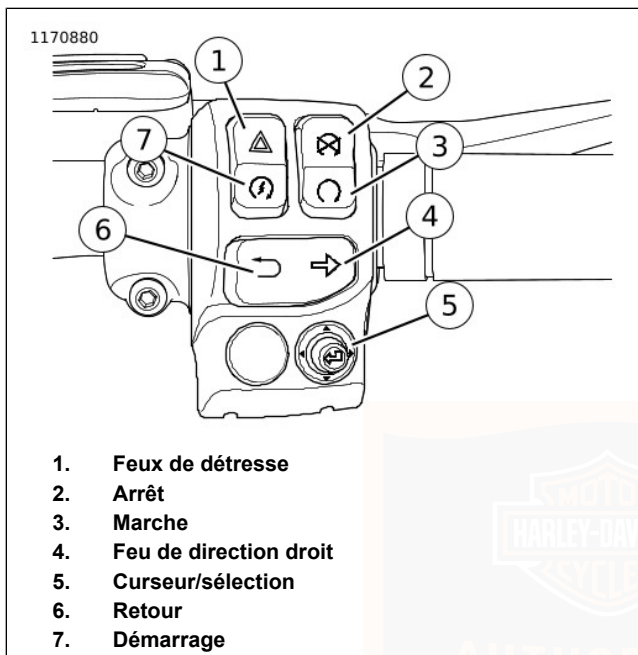

Figure 25. Module de commutateur droit du guidon (typique)
Voir Figure 25. Le commutateur de feux de détresse (1) est utilisé pour pouvoir laisser une moto en panne sur place en mode feux de détresse. Grâce aux feux de détresse, une
Voir Figure 25. Appuyer sur le commutateur MARCHE/ARRÊT du moteur sur ARRÊT (2) pour couper le moteur. Voir Tableau 27.
Voir Figure 25. Appuyer sur le commutateur MARCHE/ARRÊT du moteur pour le mettre en position MARCHE (3) pour activer le démarrage et le fonctionnement du moteur. Le commutateur MARCHE/ARRÊT du moteur doit se trouver en position MARCHE pour démarrer ou faire fonctionner le moteur. Voir Tableau 27.
Voir Figure 25. Appuyer sur le commutateur de feu de direction droit (4) pour activer le feu de direction droit. Voir Tableau 27.
Voir Figure 25. Le commutateur CURSEUR/SÉLECTION à 5 voies (5) actionne les fonctions de radio sur les véhicules qui en sont équipés. Consulter le MANUEL DU PROPRIÉTAIRE DE LA BOOM! BOX. Voir Tableau 27.
Voir Figure 25. Le commutateur arrière (6) actionne les fonctions de radio sur les véhicules qui en sont équipés. Consulter le MANUEL DU PROPRIÉTAIRE DE LA BOOM! BOX. Voir Tableau 27.
2. Voir Figure 25. Mettre le commutateur MARCHE/ARRÊT en position MARCHE (3). Mettre la boîte de vitesse au point mort. Le voyant de point mort (vert) s'allume. Voir FONCTIONNEMENT > DÉMARRAGE DU MOTEUR (Page 121).
3. Appuyer sur le commutateur du démarreur (7) pour mettre en route le moteur du démarreur. Voir Tableau 27.